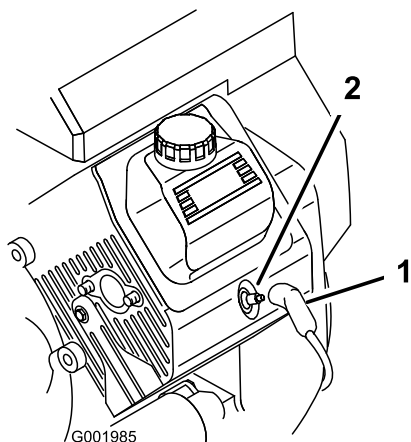

図 48
3. 点火プラグのコードが抜けているのを確認する (図 48)。
3. 点火コードを取り付ける (図 48)。